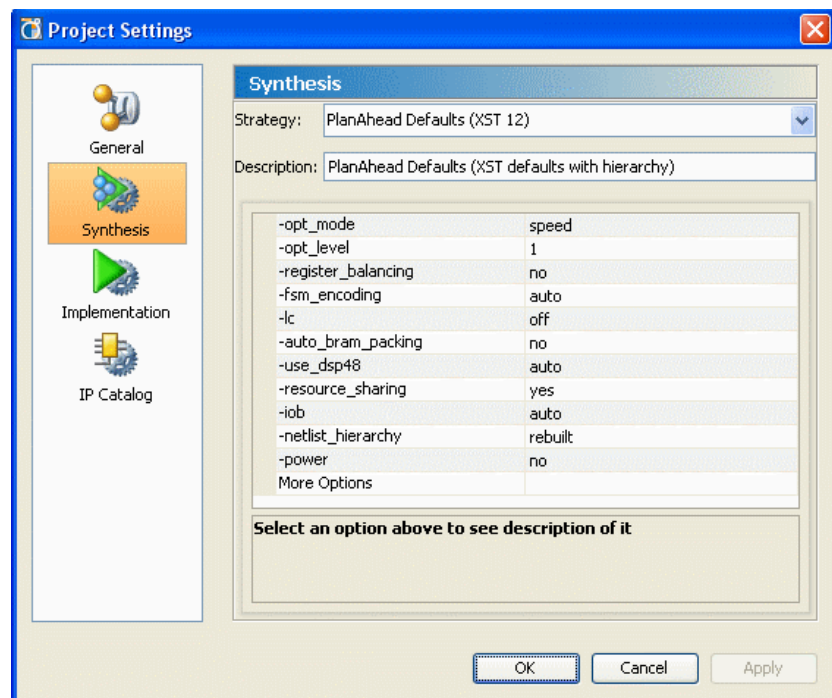

図 6-1 : [Project Settings] ダイアログ ボックスの [Synthesis] ページ
- [Tools] → [Project Settings] → [Synthesis] をクリックします (図 6-1)。